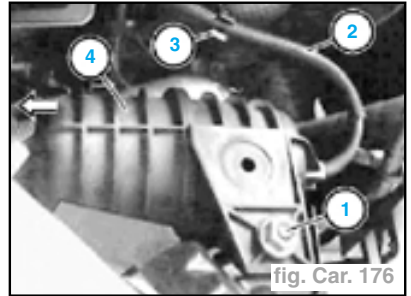

fig. Car. 176
- Déposer l'écrou (1) (fig. Car. 176).